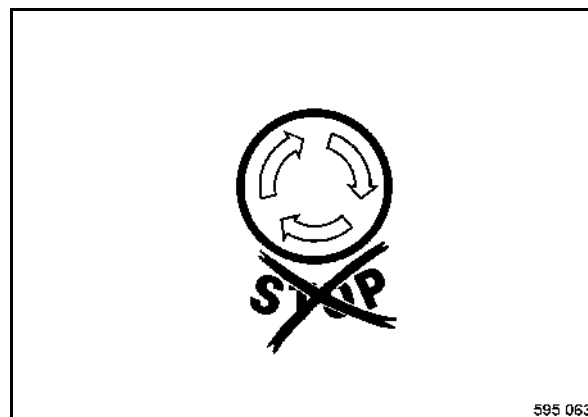

fig. 44
- S'assurer que l'interrupteur d'arrêt d'urgence (fig. 44) est déverrouillé.